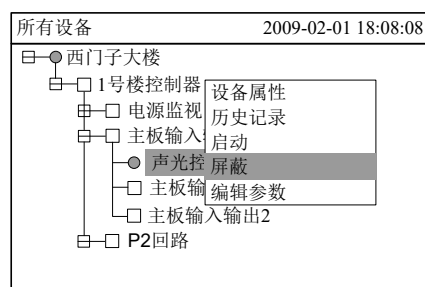

图 12-4
3. 按“→”键弹出快捷菜单（图 12-4），然后按“↓”键选择“屏蔽”，再按“OK”键，被选择的设备即被屏蔽，控制器即进入屏蔽状态。